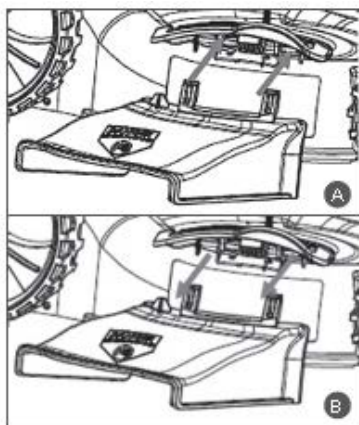

Рис. 4 Установка и снятие желоба бокового выброса
Для установки травосборника поднимите заднюю крышку деки газонокосилки, возьмите травосборник за ручку и зацепите крючки травосборника за ось задней крышки. Для режима бокового выброса травы установите желоб бокового выброса (Рис. 4А) и снимите травосборник.
1. Снять желоб бокового выброса (Рис. 4В) или травосборник в зависимости от исходного состояния газонокосилки.
1. Снять желоб бокового выброса (Рис. 4В), заглушку для мульчирования (Рис. 5) или травосборник в зависимости от исходного состояния газонокосилки.